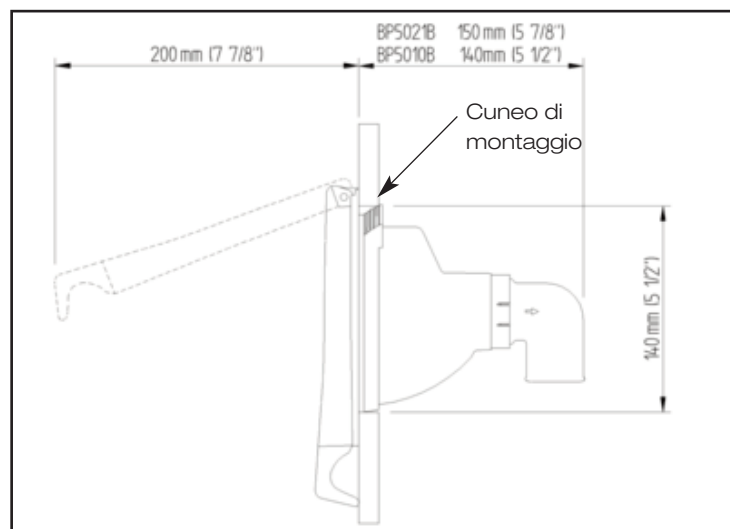

Fig.2 Dimensioni massime
1. Accertare che sia presente spazio a sufficienza dietro alla paratia per alloggiare l'intera profondità della pompa installata. Si dovrà considerare anche lo spazio per i tubi di ingresso e uscita. (Vedere la Fig. 2 per le dimensioni massime).